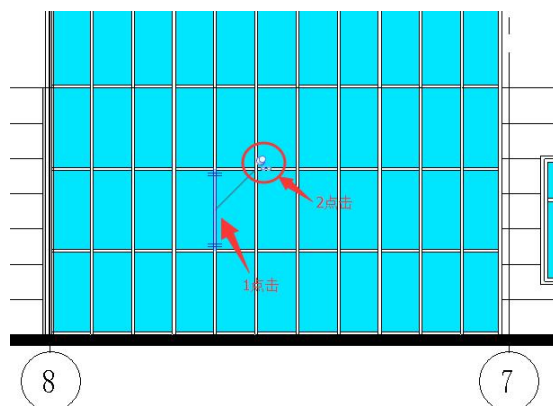
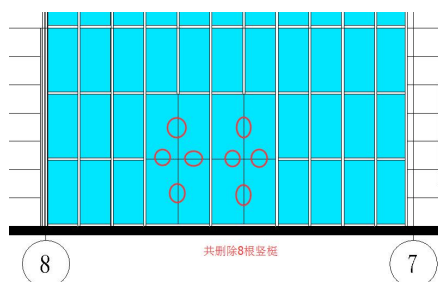

图 6-9 改变图元状态
图 6-10 需删除的竖框
- 鼠标左键点击图 6-9 中的幕墙竖挺，点击出现的“禁止或允许改变图元位置”（图 6-9），点击“修改 | 幕墙竖挺”上下文选项卡“修改”面板中的删除工具 （或键盘输入“de”删除）。同理，删除其余 7 根竖挺（图 6-10）。